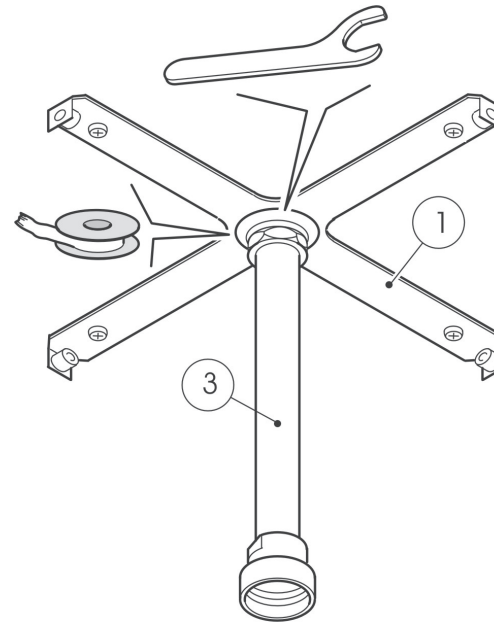

Fig. 5
4) Applicare del teflon all'estremità filettata del braccio doccia 3 dopodiché avvitarlo alla presa acqua fino al contatto tra il dado flangiato ed il supporto a soffitto (fig.5).
4) Apply Teflon to the threaded end of the shower arm 3 then screw it onto the water intake until the flanged nut comes into contact with the ceiling support (fig.5).
- 4) Ein Teflonband am Ende mit Gewinde des Duscharms 3 anbringen und anschließend den Arm an den Wasseranschluss anschrauben, bis man einen Kontakt zwischen der Flanschschraubmutter und der Deckenhalterung erhält (Abb. 5).
- 4) Appliquer du Téflon sur le filet du bras de douche (3) et le visser au manchon d'arrivée d'eau jusqu'à ce que l'écrou bridé arrive en butée sur le support au plafond (fig. 5).